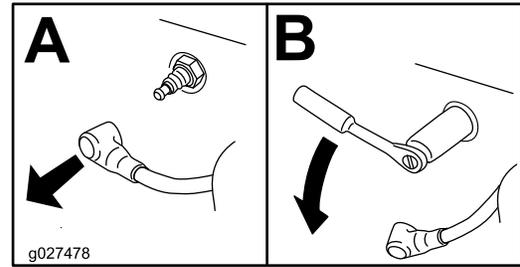

Figura 36
4. Retire la bujía (Figura 36).